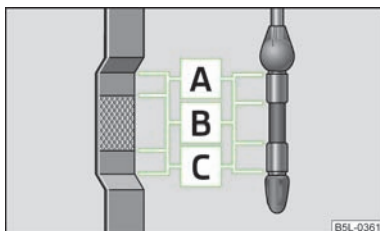

Fig. 144
La varilla indicadora del nivel de aceite indica el nivel de aceite de motor » fig. 144.
- » Se **debe** repostar aceite » fig. 144. Es suficiente con que el nivel de aceite se encuentre después en la zona **B**.